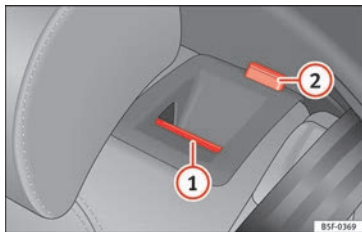

Bild 151 I ryggstödet till baksätet: Frigöringshandtag (1); röd markering (2)
- Tryck frigöringsknappen » bild 151 (1) framåt och lyft ryggstödet samtidigt.
- Baksätets ryggstöd är inte spärrat när den röda delen av knappen (2) är synlig.
Baksätets ryggstöd är inte spärrat när den röda delen av knappen » bild 151 (2) är synlig.